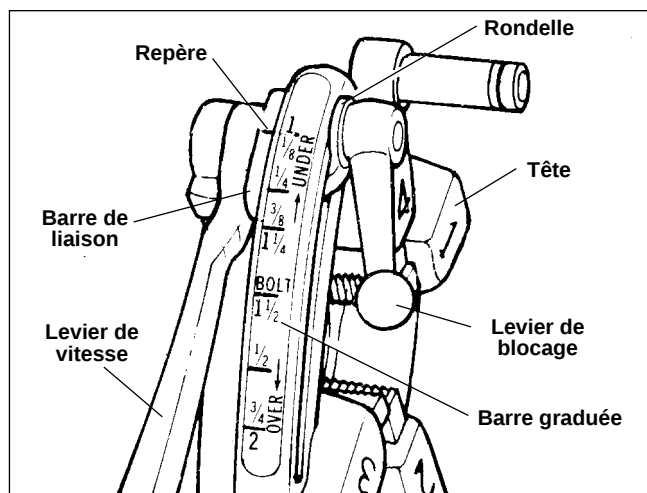

Figure 9 – Tête de filière universelle à ouverture rapide
6. Tête de filière à ouverture rapide N° 811A (Figure 9) – Lorsque l'extrémité du tuyau en cours de filetage arrive à fleur de l'extrémité de la filière numéro 1, tournez le levier d'embrayage à la position OPEN (ouverte) pour ramener les filières.
La tête de filière universelle N° 811A (*Figure 9*) pour filetages à droite utilise quatre jeux de filières pour couvrir le filetage des tuyaux allant de $\frac{1}{8}$ à 2 po de diamètre. Un jeu de filières est nécessaire pour chacune des sections suivantes : ($\frac{1}{8}$ po), ($\frac{1}{4}$ à $\frac{3}{8}$ po), ($\frac{1}{2}$ à $\frac{3}{4}$ po) et (1 à 2 po). Le filetage des tiges nécessite un jeu de filières spécial pour chaque section de tige. Il n'est pas prévu de filières à boulons pour les têtes de filière universelles à filetage à gauche.